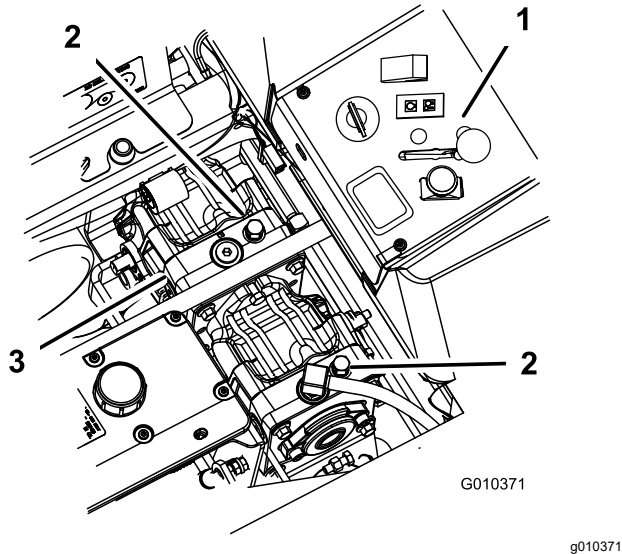

Bild 41
3. Drehen Sie die Sicherheitsventile um eine Umdrehung nach links, um die Maschine zu schieben (Bild 41).
Drehen Sie zum Betrieb der Maschine die Sicherheitsventile eine ganze Umdrehung nach rechts (Bild 41).